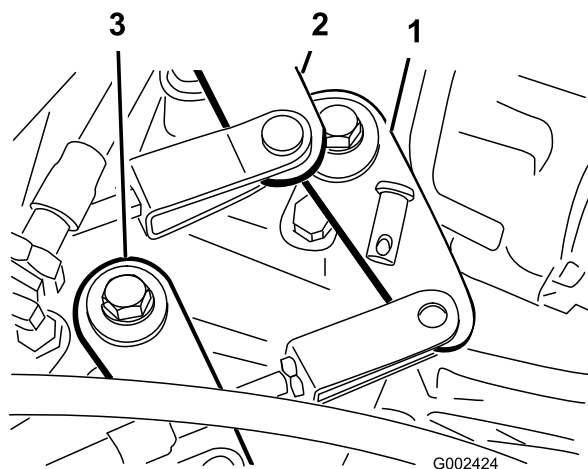

Figura 53
2. Togliete i perni che fissano i cavi ai bracci del cambio del transaxle (Figura 53).
1. Togliete i perni che fissano il cavo superiore – inferiore al transaxle (Figura 53).